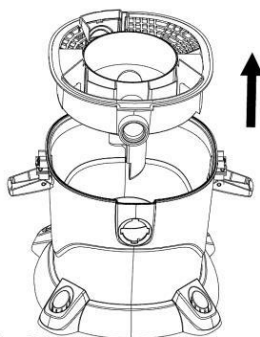

Fig.2
**Etape 2 :** Soulevez l'ensemble de filtration et déballez les roues et l'attache de la cuve (Fig. 2).